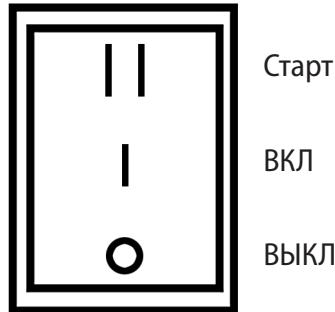

Рисунок 10
- Если ваша мотопомпа снабжена электростартером, то кнопка включения зажигания имеет второе положением – «СТАРТ», для запуска необходимо нажать на кнопку и дождаться запуска двигателя (рисунок 10).